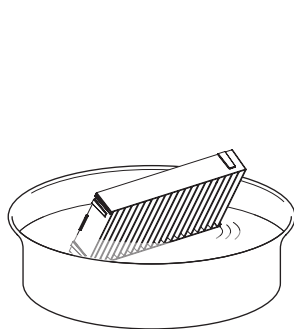

図 1
1) エアフィルターカバーを取り外す (図 1)
1) エアフィルターユニットを洗淨する (図 1)